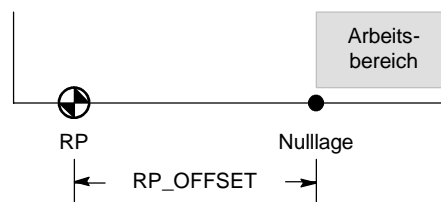

Bild 9-15 Beziehung zwischen RP und Nulllage
- Der Positionier-Assistent verfügt über erweiterte Referenzpunktoptionen, mit denen Sie einen RP-Versatz (RP\_OFFSET) angeben können. Beim RP-Versatz handelt es sich um die Entfernung zwischen dem RP und der Nulllage (siehe Bild 9-15).